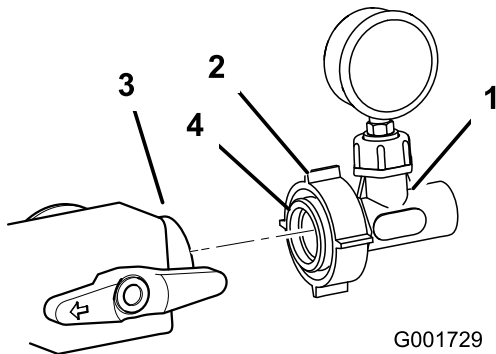

Figure 14
13. Graissez légèrement le joint torique de l'adaptateur avec du lubrifiant qui n'est pas à base de pétrole, comme de l'huile végétale (Figure 14).
14. Posez le manomètre sur l'ouverture du distributeur de commande monté précédemment (Figure 14).